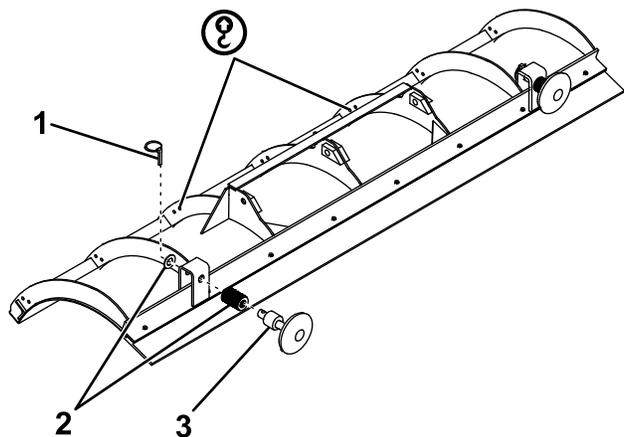

Bild 3
1. Schieben Sie ein Distanzstück und eine Unterlegscheibe auf jeden Gleitteller (**Bild 3**).
2. Schieben Sie die Gleitteller auf die Bohrungen im Schneeschild, wie in **Bild 3** dargestellt.
3. Schieben Sie eine weitere Unterlegscheibe auf die Gleitteller und sichern Sie diese mit dem Sicherungsstift (**Bild 3**).